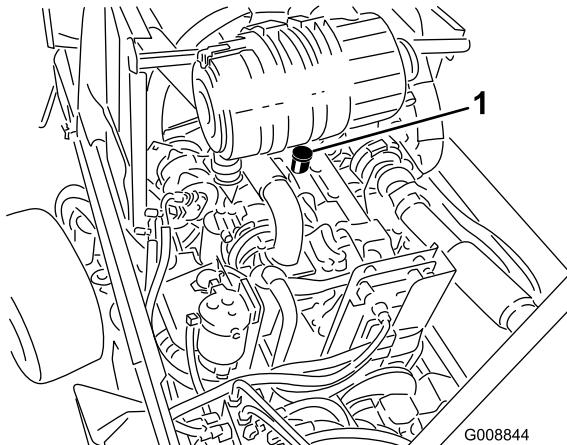

Bild 60
3. Wenn der Ölstand unter der Niedrigmarkierung liegt, nehmen Sie den Fülldeckel ab und gießen Sie genug Öl ein, um den Ölstand bis zur Vollmarkierung anzuheben (Bild 60).